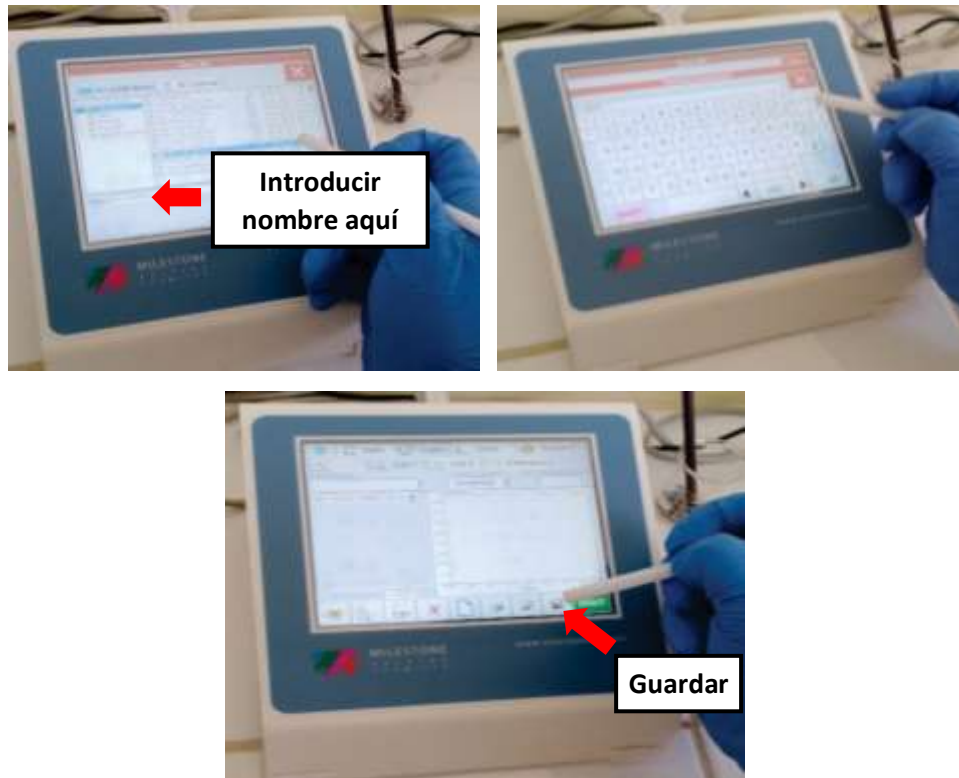

Fig. 3 Secuencia para creación de un nuevo archivo de calibración
- En la siguiente pantalla colocar el nombre del nuevo archivo con el siguiente esquema: **MES_DIA_AÑO**. (Ejemplo: DIC_16_2019) y presione  para guardar (Fig.3).